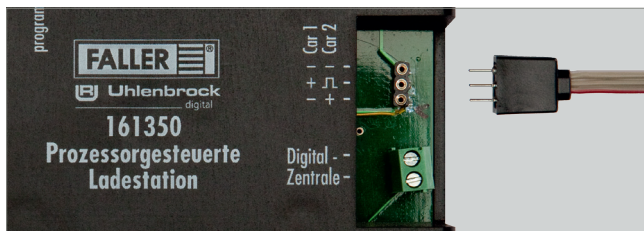

Abb. 4: Ladekabel an Ladestation anschließen
- ▶ Stecken Sie den Stecker an einem Ende des Ladekabels in die Buchse an der Ladestation, siehe Fig. 4.